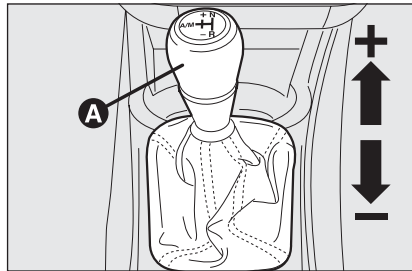
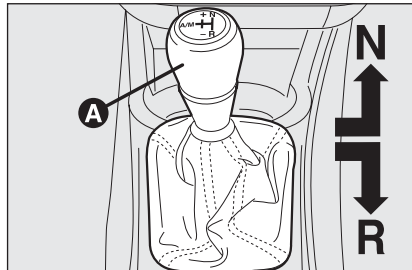
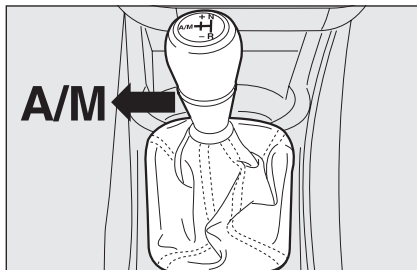

fig. 1
fig. 2
fig. 3
De transmissie bestaat uit een normale mechanische versnellingsbak met versnellingspook **A-fig. 1**, waaraan een elektronisch geregeld elektrohydraulisch systeem is toegevoegd. Dit systeem bedient automatisch de koppeling en regelt het overschakelen.
- Druk de versnellingspook naar + (UP) **fig. 1** om de eerste versnelling in te schakelen (vanuit stand **N** of **R** kunt u de pook in de middelste stand plaatsen) of in **R fig. 2** om de achteruit in te schakelen.
- Druk tijdens het rijden, de versnellingspook naar + (UP) **fig. 1** om op te schakelen of naar - (DOWN) **fig. 1** om terug te schakelen.
- Druk de versnellingspook naar **A/M** fig. 3 voor het inschakelen van de automatische werking of naar **R**-fig. 2 voor het inschakelen van de achteruit.
De “multistabiele” versnellingspook **A**-fig. 1 op de tunnelconsole heeft drie vergrendelde en drie onvergrendelde standen.
De drie vergrendelde standen zijn de standen die overeenkomen met de vrijstand **N**-fig. 2, de achteruit **R**-fig. 2 en de middelste stand tussen de onvergrendelde standen UP (+) en DOWN (-) fig. 1.
Bij de onvergrendelde standen keert de pook direct na het loslaten terug in de middenstand. Dit zijn de standen voor het opschakelen UP (+), het terugschakelen DOWN (-) en de automatische werking (**A/M**) fig. 3.
druk de pook in stand + (UP) **fig. 1** om op te schakelen;
druk de pook in stand – (DOWN) **fig. 1** om terug te schakelen.
Voor het in-/uitschakelen van de automatische werking (**AUTO**) moet de pook in stand **A/M fig. 3** worden gezet; de inschakeling wordt bevestigd door de weergave van het opschrift **AUTO fig. 5** en de ingeschakelde versnelling op het instelbare multifunctionele display.
- als de pook al in de middelste stand stond, moet deze naar stand + (UP) **fig. 1** worden gedrukt;
- als de pook in stand (**N**) of (**R**) **fig. 2** stond, moet deze in de middelste stand worden gezet en vervolgens naar stand + (UP) **fig. 1** worden gedrukt;
- als de pook al in de middelste stand stond, moet deze 2 maal naar stand + (UP) **fig. 1** worden gedrukt;
- Zet de pook in stand (**R**) **fig. 2**;